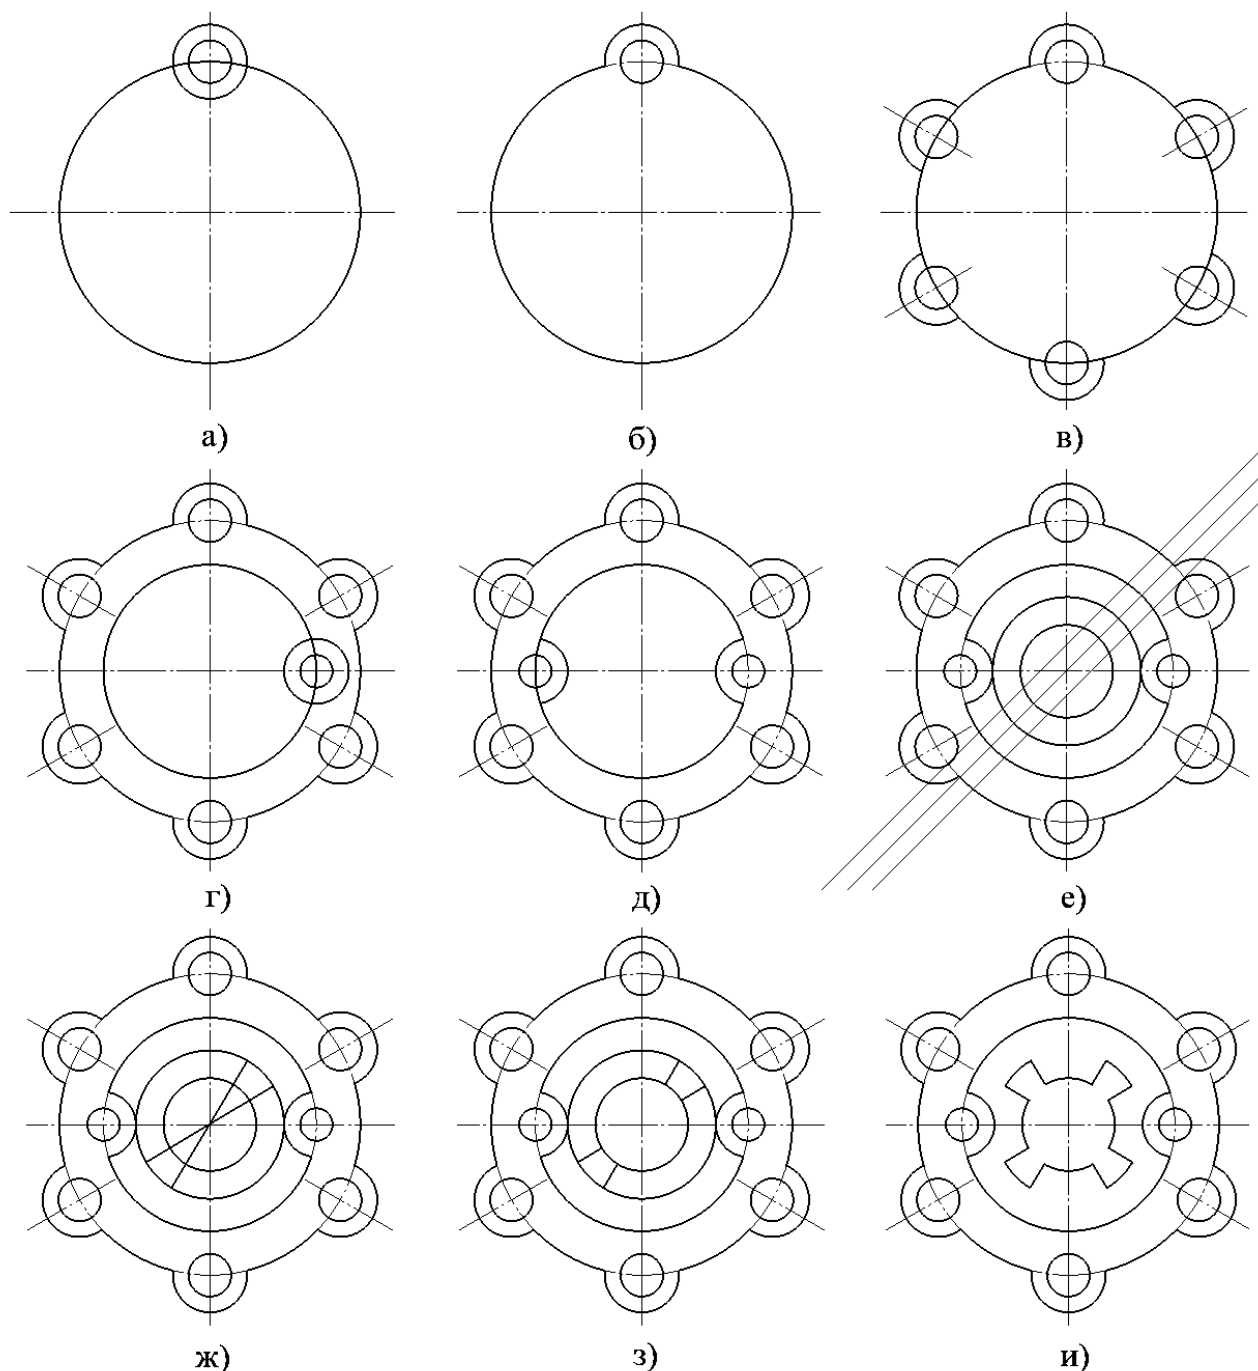

Рисунок 20 – Последовательность выполнения задания
5. Для обрезки лишних линий вызовите команду «Усечь кривую» на инструментальной панели «Редактирование» и укажите обрезаемые части кривых (рисунок 20б).
7. Создайте три окружности диаметром 92 мм, диаметром 14 мм и радиусом 14 мм (рисунок 20г).
10. Через точки пересечения вспомогательных прямых с окружностью диаметром 64 мм, постройте два отрезка, пересекающихся в центре больших окружностей, используя команду «Отрезок» (рисунок 20ж).
Используя команду «Усечь кривую», обрежьте лишние фрагменты отрезков (рисунок 20з).
11. Выделите четыре полученных отрезка и отразите их зеркально относительно вертикальной оси с помощью команды «Правка» \Rightarrow «Зеркально отразить» (рисунок 20и).